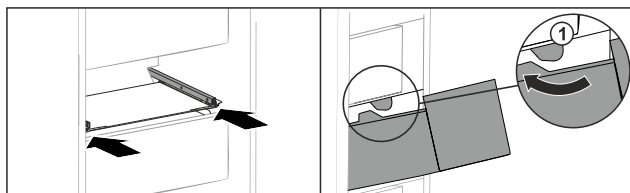

Fig. 168
- Vezesse el a fiókot az ütközők Fig. 168 (1) körül.